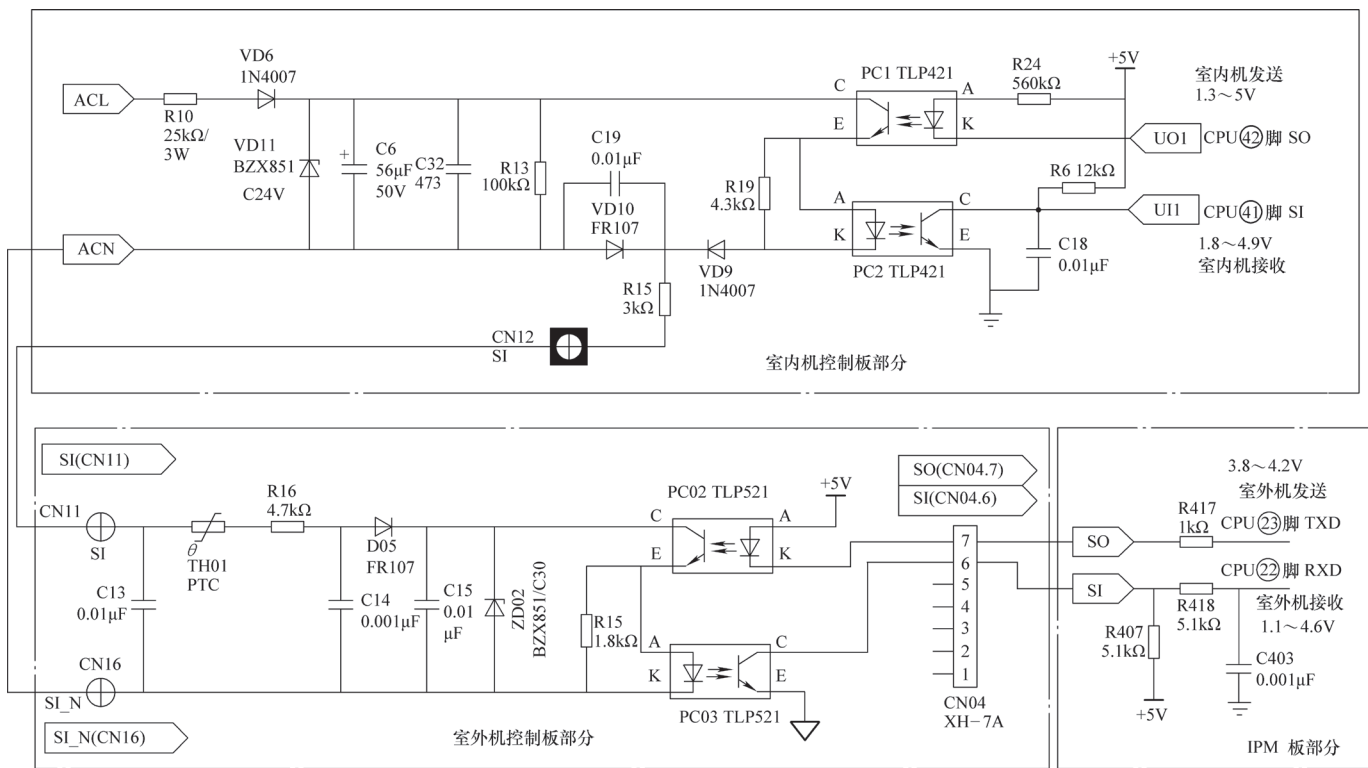

图 5-55 室内外机通信电路图
5) 如图5-55所示为室内外机通信电路图,再次开机,测量室内机接收光耦 PC02 电压值,直流电压在 $0.5 \sim 4.5\text{V}$ 之间变化,此为正常。